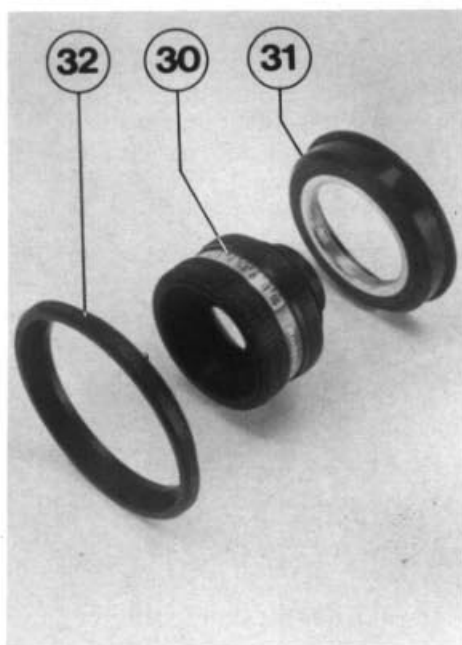

Bild 3
Zur Montage wird das Objektiv (30) in den Haltering (31) eingeschraubt und anschließend mit dem Zentrierring (32) in den Objektivträger (15) geschraubt (Bild 3, 4 und 5).
- Bei Objektiv mit einer Brennweite mit $f = 75$ bzw. 80 mm wird der Haltering (31) wie in Bild 3 gezeigt auf das Objektiv geschraubt.